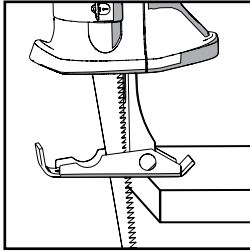

Fig. 6
- S'assurer que la plaque de contact de la pièce est bien en contact avec la pièce mais que la lame ne l'est pas. **(Fig. 6)**.